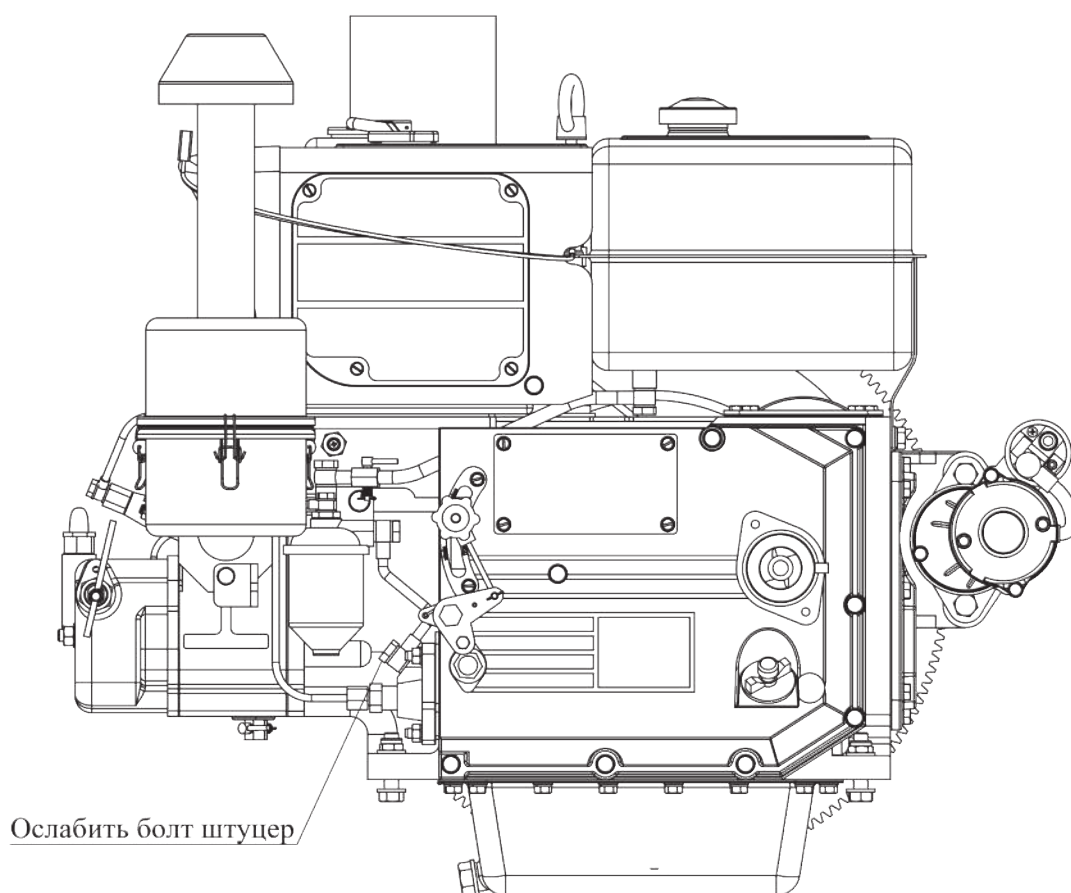

Рис. 26
2. Ослабить штуцер-болт на топливном насосе для развоздушивания системы. Дождаться пока из-под штуцер-болта перестанут появляться пузырьки воздуха и польется ровная струя топлива (см. рис. 26);